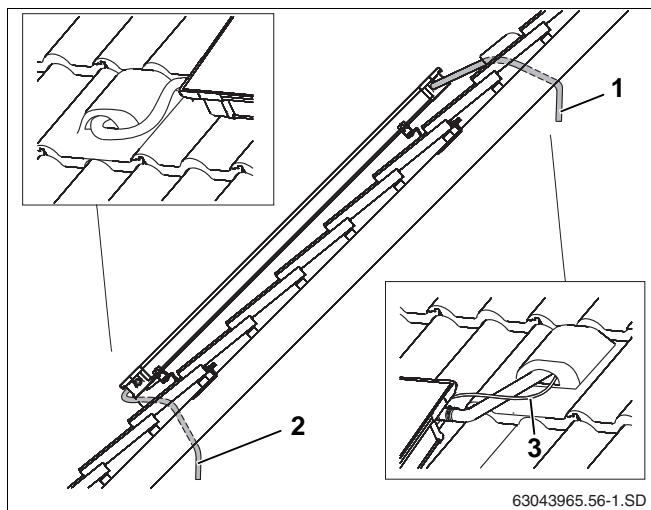

Fig. 52 Rørforbindelser føres under taget
- ▶ Før solvarmeslangen sammen med følerkablet gennem udluftningstagstenen (fig. 52, **pos. 1**) og gennem tagisoleringen.